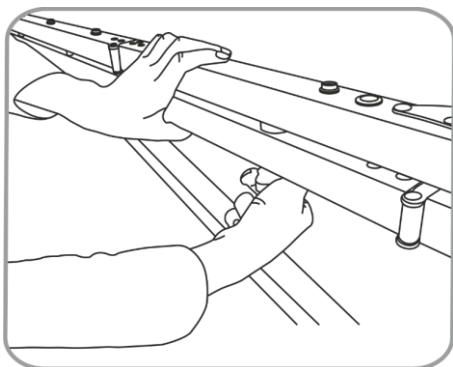
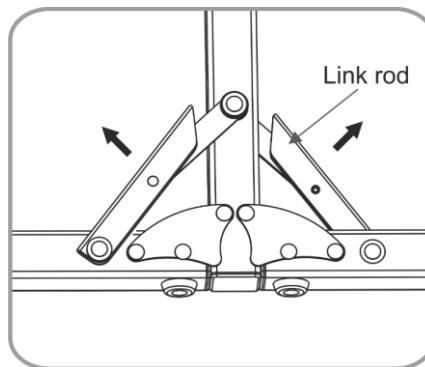

Fig. 20
Fig. 21
- 04) Saque los tornillos de ambas patas y quítelos (Fig. 20). Tire de la bieleta de esquina de la pata y quite los tornillos. Repliegue los tubos de la pata y apriete los tornillos de nuevo. Afloje los cierres de las articulaciones de giro y pliegue las patas de la estructura (Fig. 21, 22 y 23).